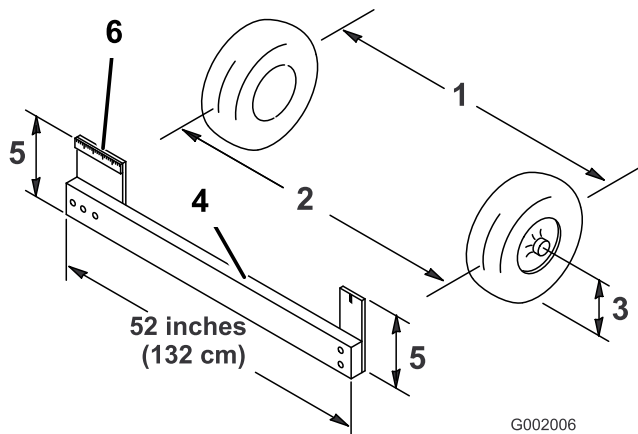

Figura 59
- Misurate la distanza tra i pneumatici anteriori all'altezza dell'assale, davanti e dietro le ruote anteriori (Figura 59). Per rilevare la misura posteriore dei pneumatici anteriori all'altezza dell'assale occorre un attrezzo o un calibro di allineamento; usate lo stesso attrezzo, o calibro di allineamento, per rilevare con precisione la misura anteriore dei pneumatici anteriori all'altezza dell'assale (Figura 59).